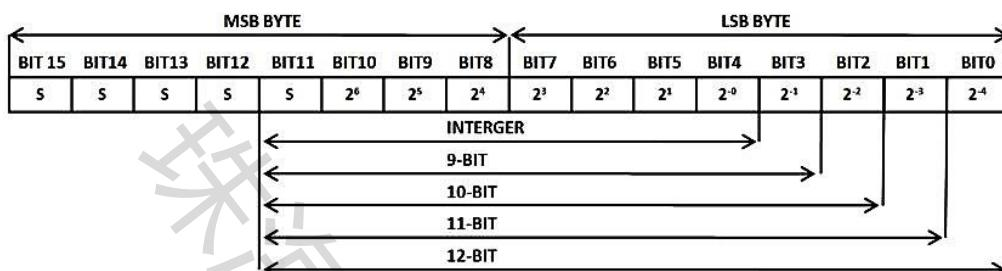

图 11 温度寄存器数据分布图
DS18B20Z+T&R-HX在完成温度转换后，会将测得的温度值与存储在 TH 和 TL 寄存器（如图 11）中的用户定义的报警阈值进行比较。**这一功能仅适用于 11 位和 12 位模式**。比较的结果会通过标志位 (S) 表示温度值的正负：S = 0 表示正数，S=1 表示负数。值得一提的是，TH 和 TL 寄存器具有非易失性 (EEPROM)，这意味着即使在掉电后，它们存储的数据仍然会保留。
根据分辨率的不同，读取的温度数据位数也不同。当分辨率为 9 位时，读取位为第 3 位到第 11 位；分辨率为 10 位时，从第 2 位读到第 11 位；分辨率为 11 位时，从第 1 位读到第 11 位；分辨率为 12 位时，从第 0 位读到第 11 位。详细信息如 图 11 所示，LSB 表示低数据位，MSB 表示高数据位。